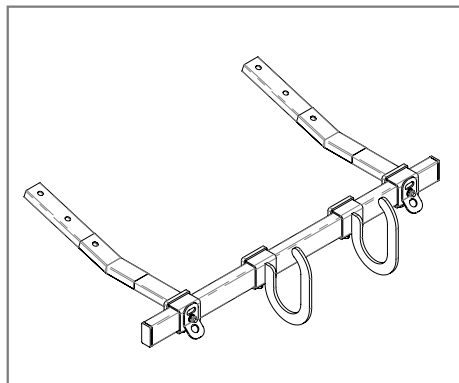

Figura 6
- Verificare che le staffe di fissaggio e i ganci siano inseriti nel verso corretto [Figura 6].